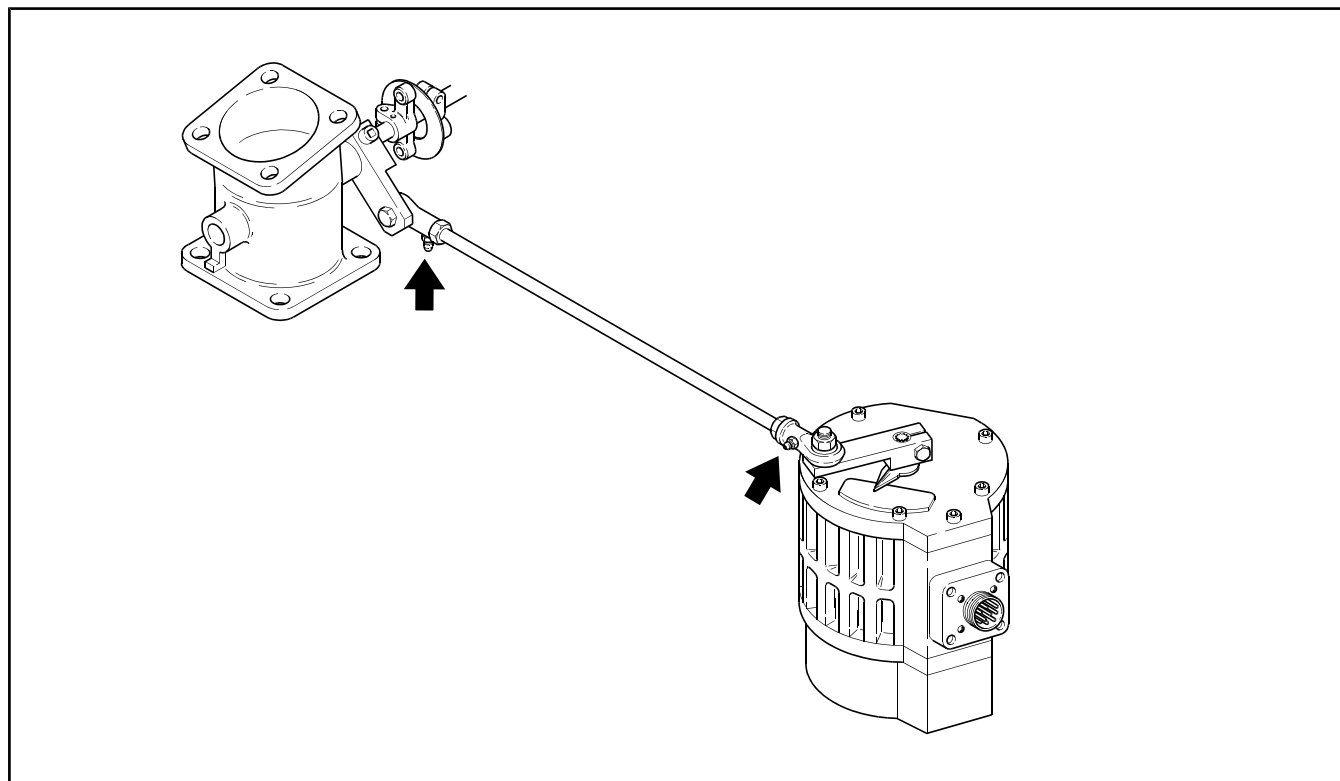

Рисунок 2.60-4: Тавотницы на рычажном механизме привода дроссельной заслонки
3. Используя шприц для смазки, заполните тавотницы на рычажном механизме привода дроссельной заслонки составом CITGO Lithoplex Grease NLGI2 (диапазон температуры эксплуатации от 20 °F до 250 °F (от -7 °C до 121 °C) или эквивалентным (см. Рисунок 2.60-4).